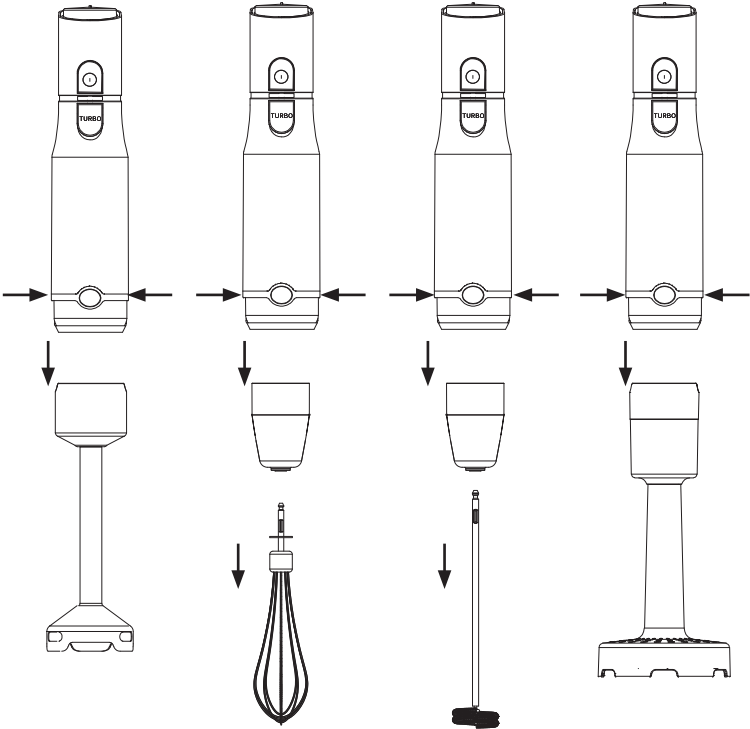
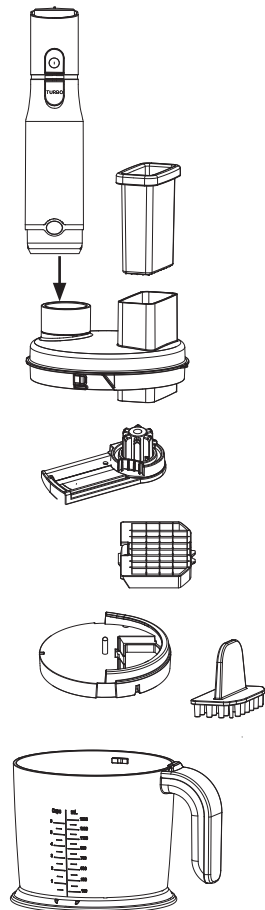

Рис. 1 Рис. 2 Рис. 3 Рис. 4
Рис. 4
- Для насадки-блендера и насадки для приготовления пюре (рис. 1, рис. 4) присоедините насадку непосредственно к моторному блоку до фиксации замка. В момент фиксации вы услышите щелчок.
Порядок сборки представлен на схеме — рис. 4.